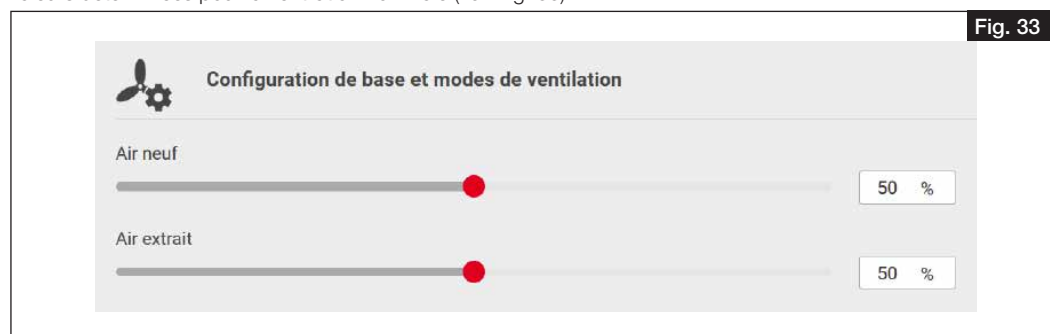

Fig. 33
- Sous „Réglage du ventilateur“, entrer les performances du ventilateur pour l'air soufflé et extrait en fonction des valeurs déterminées pour la ventilation nominale (voir Fig. 33).